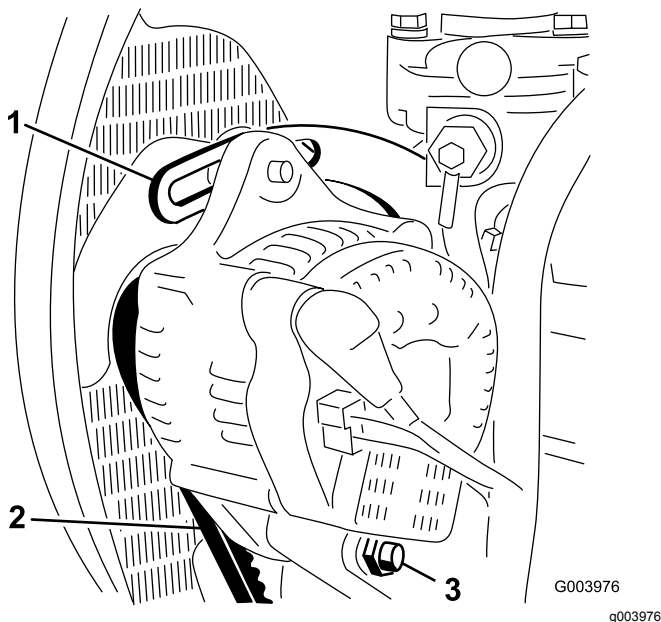

Figura 54
2. Compruebe la tensión de la correa del alternador flexionándola (Figura 54) en el punto intermedio entre las poleas del alternador y del cigüeñal con una fuerza de 10 kg (22 libras).
4. Afloje el perno que fija el tirante al motor (Figura 54), el perno que fija el alternador al tirante y el perno de pivote.